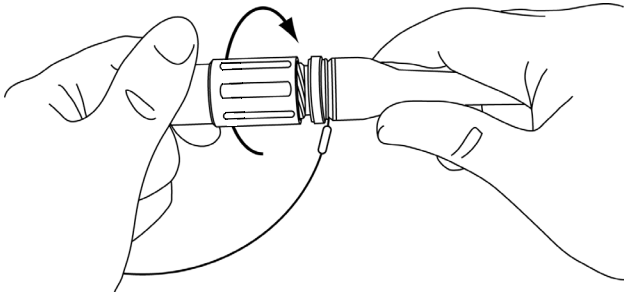

Figura 12: Colocación del tapón de inmersión en el conector del cable
- Enrosque el tapón en el conector (véase la figura 12).